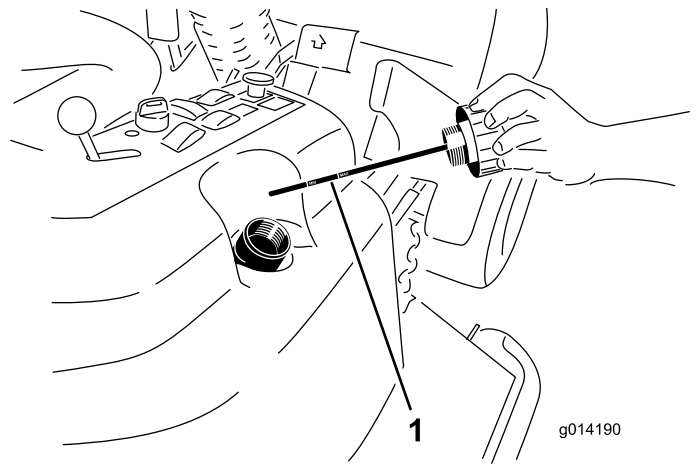

Figure 49
2. Enlevez le bouchon (Figure 49) du goulot de remplissage du réservoir hydraulique.
3. Retirez la jauge et essuyez-la sur un chiffon propre (Figure 49).
4. Vissez la jauge dans le goulot de remplissage, ressortez-la et vérifiez le niveau de liquide (Figure 49).